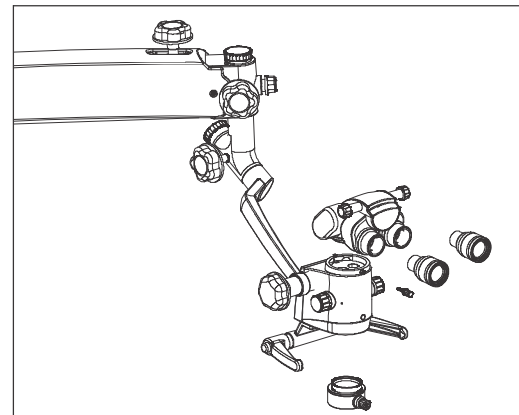

Fig. 6
- 7.5 Installer la tête binoculaire et les pièces oculaires dans le sélecteur de grossissements. Assurer la tête binoculaire avec le vis de blocage pour cette pièce. Voir Fig. 6.